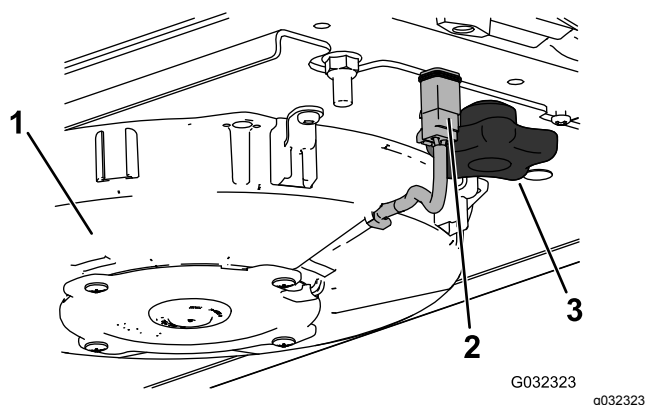

Figura 150
2. Desconecte el cable de cada ventilador (Figura 150).